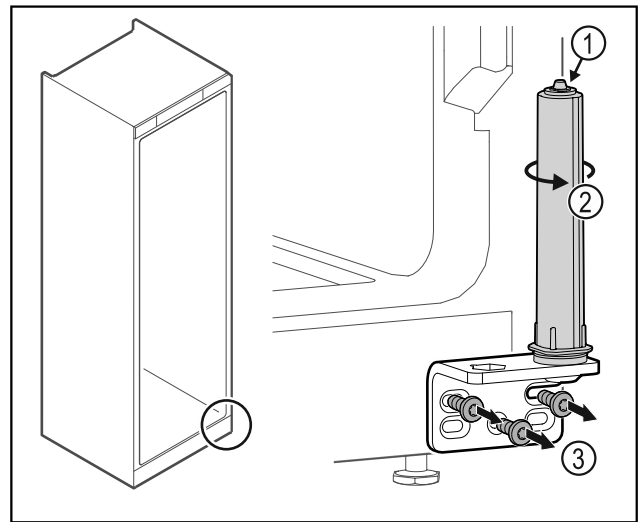

Fig. 37
- Deursluitsysteem niet uit elkaar halen Fig. 37 (1).
- Sluitsysteem Fig. 37 (2) draaien tot het klikt.
- Scharnierhoek Fig. 37 (3) losschroeven.